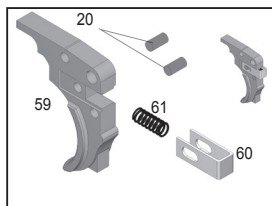

Figure 9: La détente est retirée de la partie droite du corps.
- Il y a un **Ressort** (61) situé entre la détente et le return slide. Assurez-vous de ne pas le perdre, ainsi que celui devant la détente. (même numéro de pièce, n'est pas montré en Figure 9).